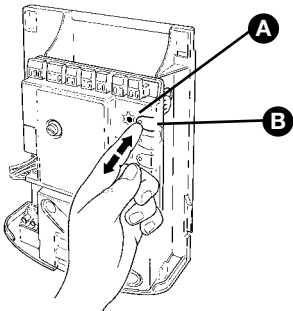

Figura 64
- 1 Presione y mantenga apretado el botón P1 [B] (Figura 64) en la central.